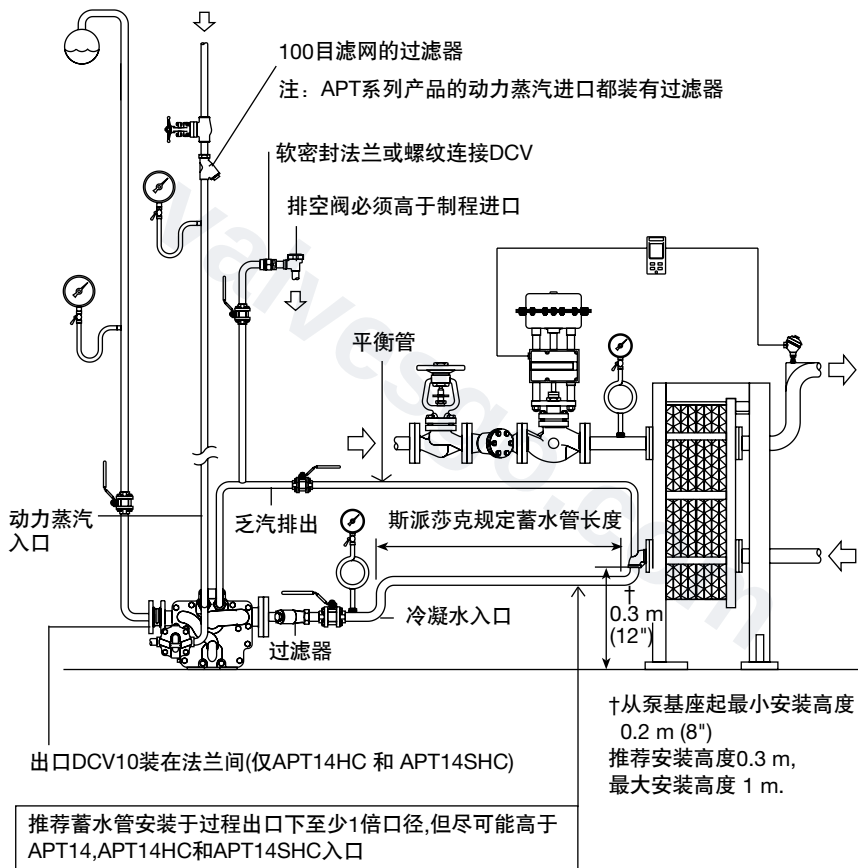

图10
APT有四个接口,DN40 (1-1/2") - APT14或DN50 (2") - APT14HC和APT14SHC接口与设备排水口相连,DN25 (1") - APT14或DN40 (1-1/2") - APT14HC和APT14SHC接口与冷凝水回收管道相连。流向箭头标明了正确的流向。标有 (S) 的DN15 (1/2") 接口与已疏水的动力蒸汽管道相连。* 要保证这根管道一直处于疏水状态,需要安装斯派莎克蒸汽疏水阀和100目的过滤器 (见图10)。标有 (E) 的DN15 (1/2") 接口通过平衡管与设备的冷凝水出口相连,平衡管要尽量靠近设备的冷凝水出口,平衡管要接在冷凝水管道的顶部,见图10。